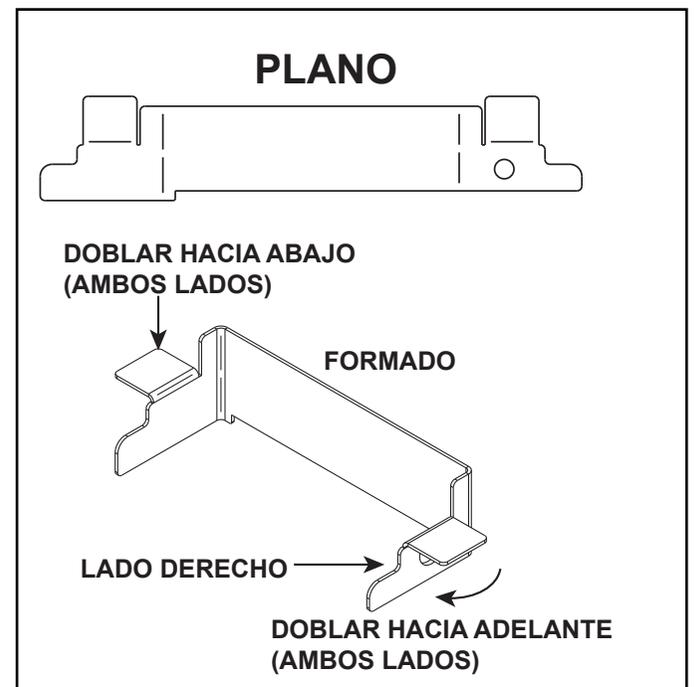

Figura 9.5 Protector del piloto: plano y armado
3. Coloque el protector de repuesto del piloto de modo que el orificio quede en el lado derecho, como se muestra en la Figura 9.5.
4. Doble los pliegues izquierdo y derecho hacia adelante 90 grados, como se muestra en la Figura 9.5.